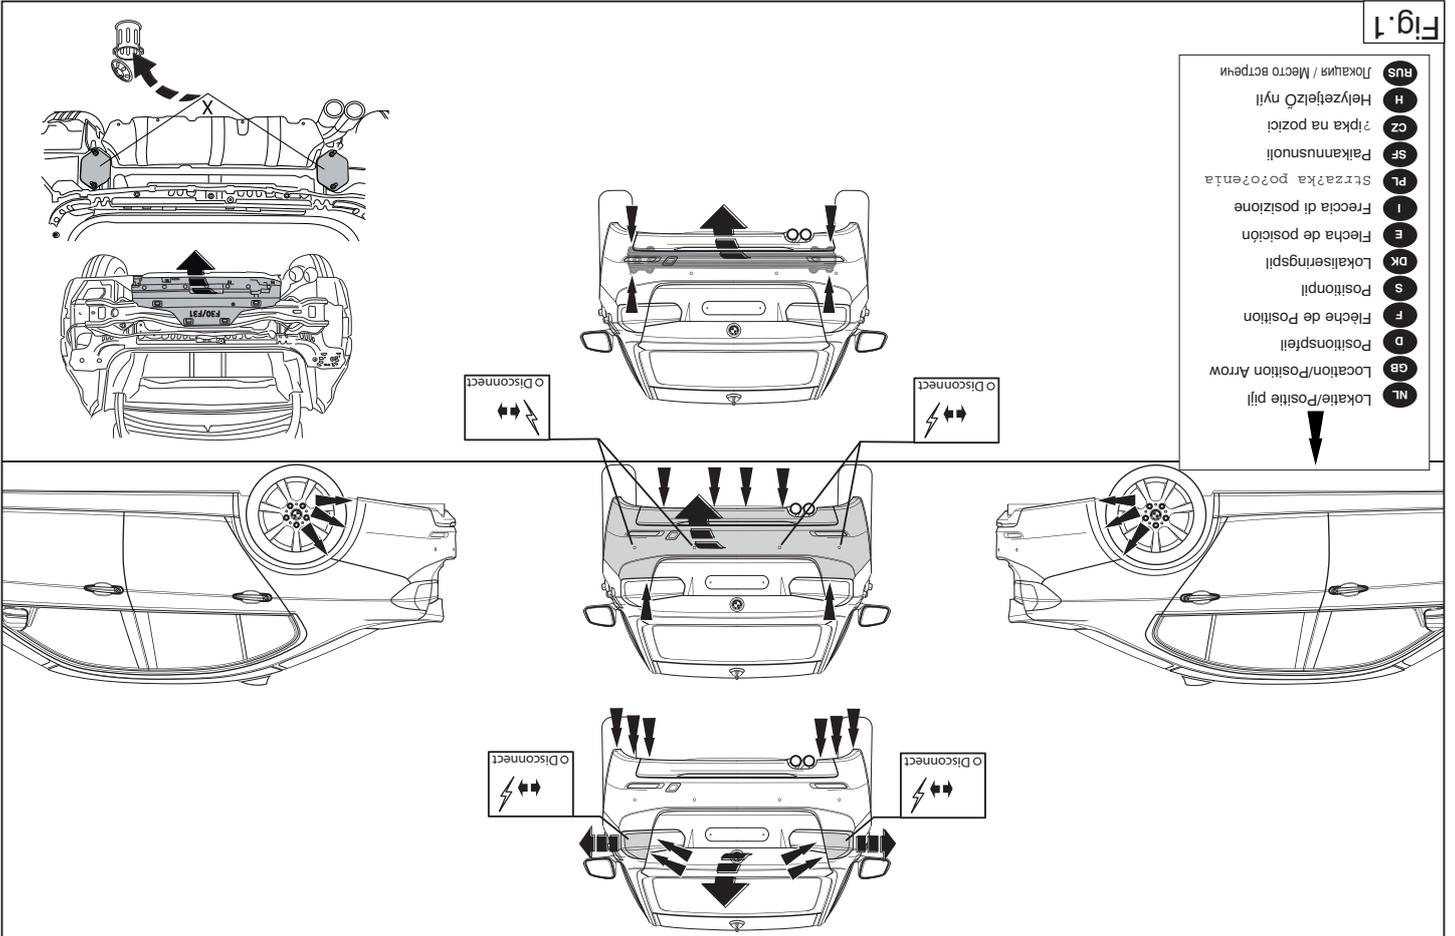

Fig. 1
3. Remove the plastic cap from the metal bumper. The buffer beam will no longer be needed. Remove any stickers that may be present at the points X of attachment. See figure 1.
2. Die Stoßstange einschließlich des stählernen Stoßbalkens vom Fahrzeug abmontieren. Entfernen Sie die Kunststoffkappe von der Metallstoßstange. Der Stoßbalken wird nicht mehr benötigt. Gegebenenfalls die Aufkleber bei den Befestigungspunkten X entfernen. Siehe Abbildung 1.
- Déposer le pare-chocs du véhicule y compris la traverse acier. Retirer le capuchon en plastique du tampon en métal. La traverse ne sera plus utilisée. Le cas échéant les autocollants placés sur les points X de fixation. Voir la figure 1.
2. Demonter kofangeren, inklusive køretøjets stålstødbjælke. Demonter kunststofhætten på stødbjælken af metal. Denne bliver overflødig. Fjern evt. mærkaterne ved montagepunkterne X. Se fig. 1.